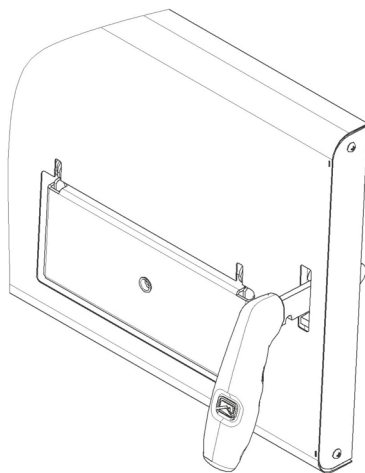

Рисунок 8.4
4. Смонтировать планку декора (Рисунок 8.4.)